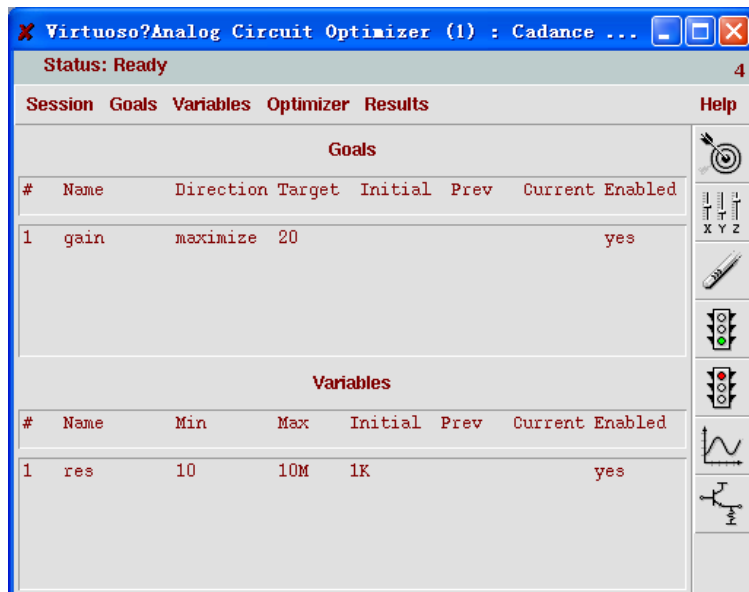

图 11.23 变量添加后的“Virtuoso® Analog Circuit Optimizer”窗口
- 此时，设计变量就被添加到“Virtuoso® Analog Circuit Optimizer”窗口中，如图 11.23 所示。